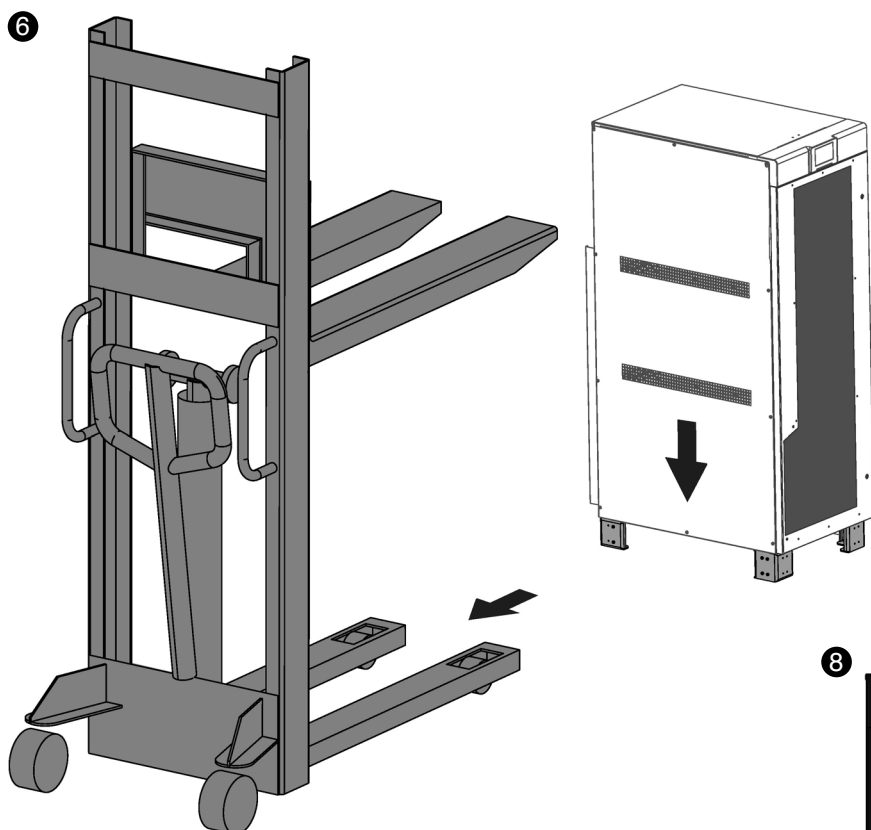

Fig. 33. Emplacement définitif de l'équipement et retrait du transpalette.
- ❻ Déplacez l'équipement jusqu'à son emplacement final (Fig. 33).